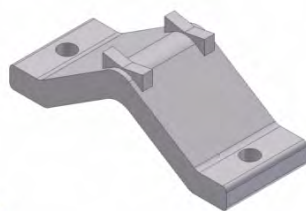

Figure G-2: petite clame
- une *petite clame* (voir Figure G-2)